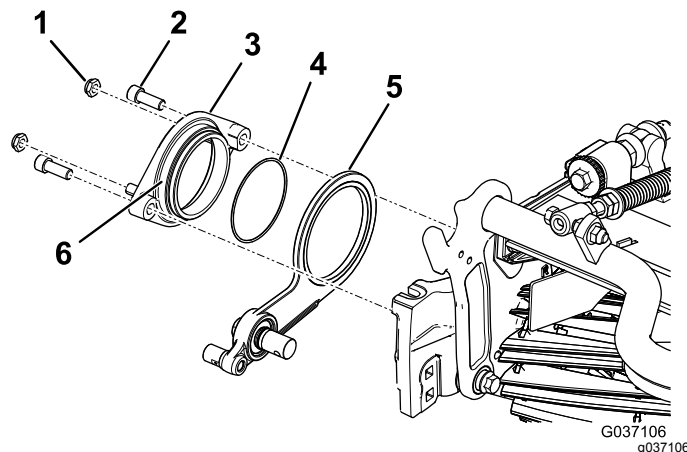

図 8
3. ピボットハブアセンブリの外側に、固着防止コンパウンドを塗る 図 8。
4. アイドラアセンブリの上から、リールにピボットハブを固定する六角ソケットボルト2本を使用する 図 8。
5. ピボットハブにロックナット2個を仮止めする 図 8。